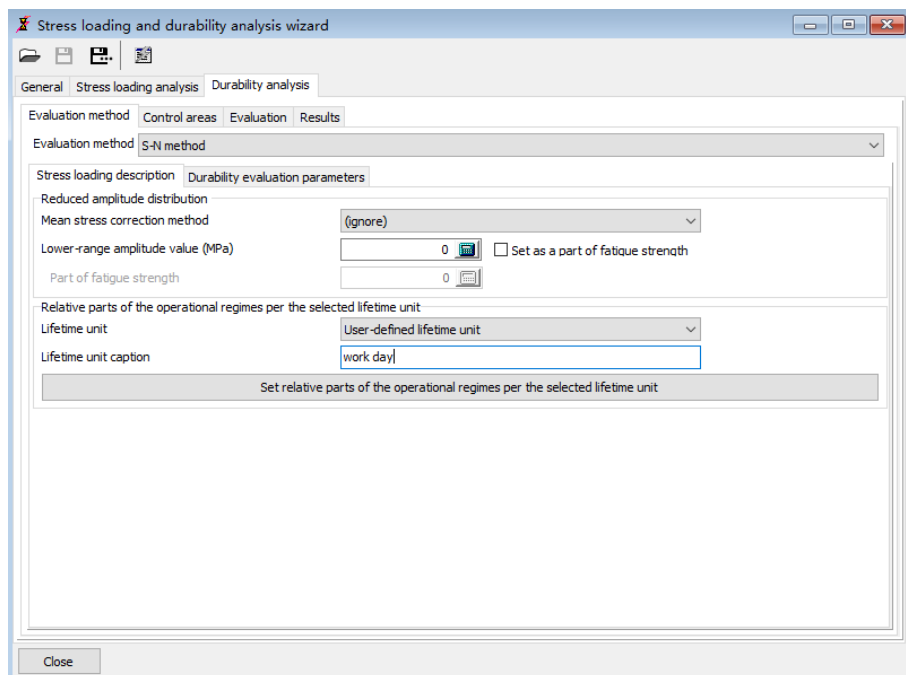

图 2.34
1. 定位到**Durability analysis | Evaluation method**页面，设置**Evaluation method**为**S-N method**，如图 2.34所示。